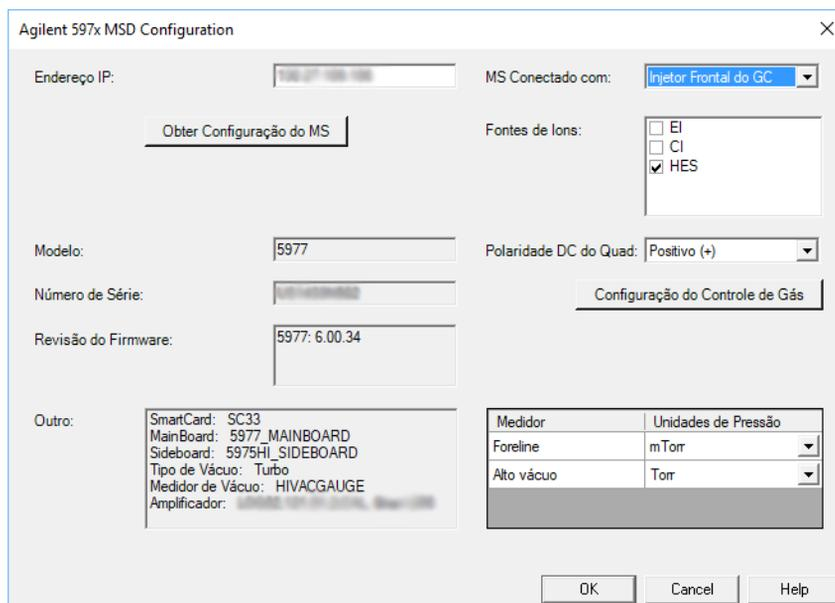

Figura 4 Configuração de controle de gás
- 10 Clique em **Configuração de Controle de Gás** para definir o tipo de controlador e a configuração de gás. (Consulte Figura 4.)